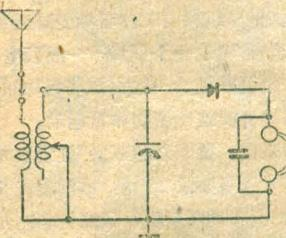

图 2
74. 自制矿石机一架如图2。用双回路收听时较用单回路收听声音大(可变电容器均旋至最响处), 为什么?